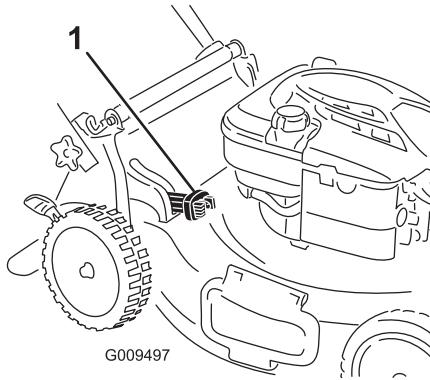

Figure 19
- Pour ramasser les déchets d'herbe, appuyez sur le bouton du levier de ramassage sur demande et déplacez le levier complètement en avant jusqu'à ce que le bouton ressorte (Figure 19).